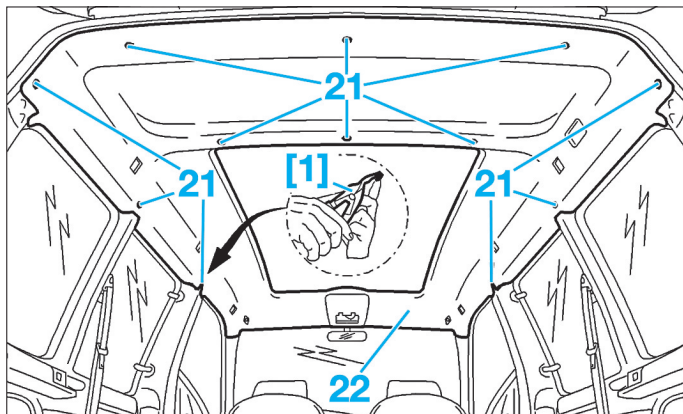

FIG. 61
- [1]. Pince de dépose des pions en plastique (Fig.61).
- Les pions plastique (21) à l'aide de l'outil [1] (Fig.61),
- La garniture de pavillon (22).